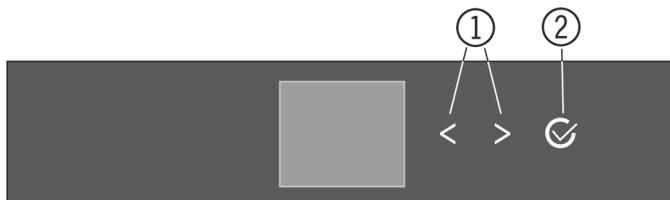

Fig. 5
- (1) Навигационная стрелка влево / вправо
- (2) Подтвердить
#### Навигационная стрелка влево / вправо Fig. 5 (1):
#### Подтвердить Fig. 5 (2):
- Навигация при помощи навигационной стрелки влево / вправо Fig. 5 (1).
- С помощью Подтвердить Fig. 5 (2) вызвать Подменю Fig. 7 (4).
- Установка нового значения: С помощью Подтвердить Fig. 5 (2) выбрать деактивированное значение Fig. 6 (1).
- Назад в меню: С помощью Подтвердить Fig. 5 (2) выбрать уже активированное значение Fig. 6 (2).
- Навигационные стрелки Fig. 5 (1) нажмите до тех пор, пока не появится индикация функции .
- Нажмите на Подтвердить Fig. 5 (2).
- С помощью навигационных стрелок Fig. 5 (1) выберите значение настройки.
- ▶ Нажмайте навигационные стрелки Fig. 5 (1) до тех пор, пока не появится индикация настроек .
- ▶ Нажмите на Подтвердить Fig. 5 (2).
- ▶ Нажмайте навигационные стрелки Fig. 5 (1) до тех пор, пока не появится индикация требуемой настройки.
- ▶ Нажмите и удерживайте в течение 3 секунд Подтвердить Fig. 5 (2).